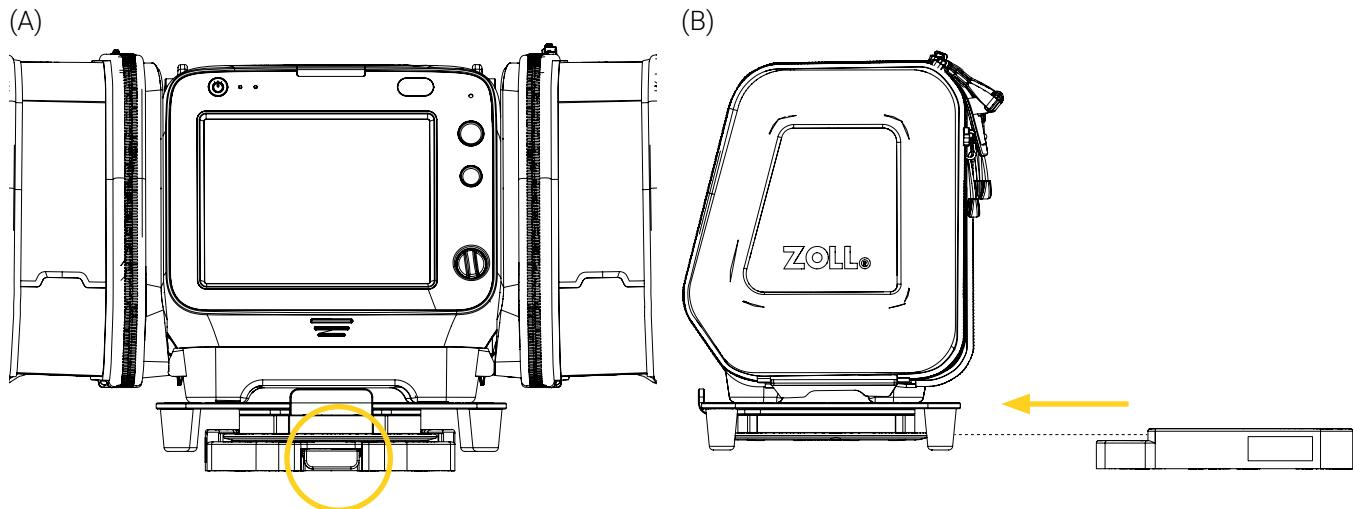

Figure 9: Retrait du Bracket Pro Serie 27 – FL du système de fixation
1. Appuyer et maintenir enfoncer le bouton à déclenchement rapide du système de fixation (Figure 9 A), puis glisser le Bracket Pro Serie 27 – FL horizontalement hors de la base (Figure 9 B), en veillant à ne pas coincer les câbles ou les tubes.